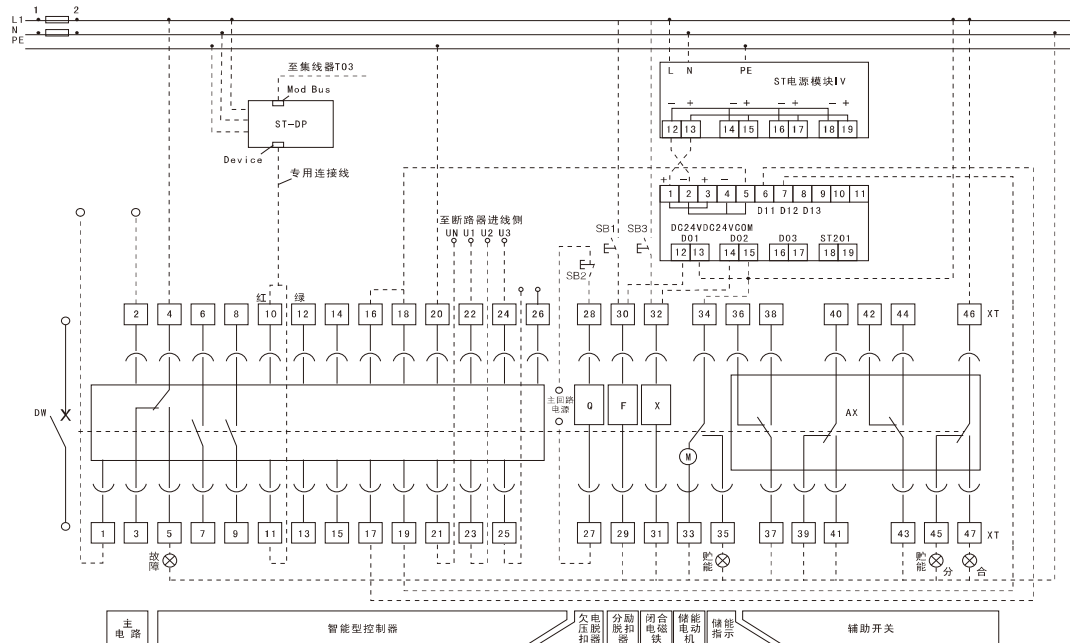

图13h 配H型智能控制器的断路器二次回路接线图
• CFW45-2000~6300(200~6300A) 型智能控制器的断路器二次回路接线图, 见图13h (辅助开关为四组转换触头)